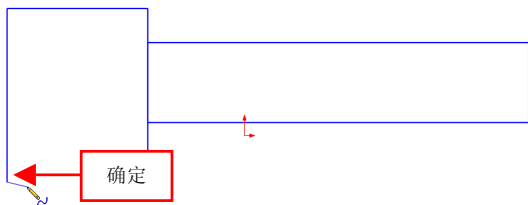

图 2-39 确定样条曲线起始点
(3) 在绘图区中的左下方端点上单击鼠标左键, 进入草图绘制环境, 再次单击左下方端点, 确定样条曲线起始点, 向右下方拖曳鼠标, 如图 2-39 所示。